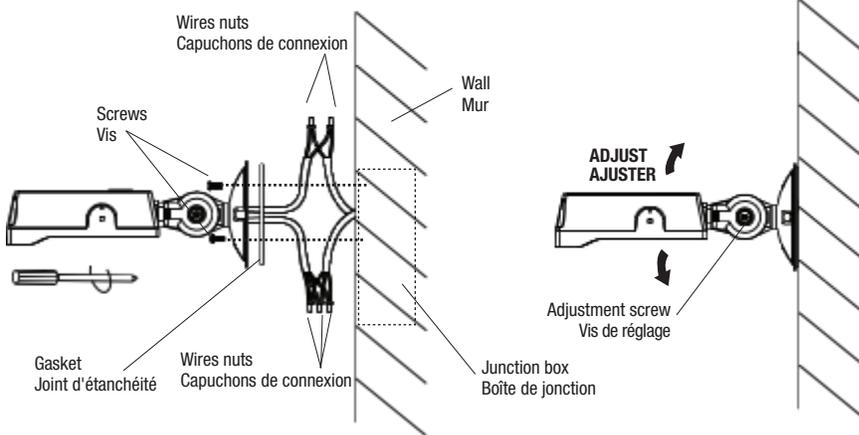

Fig. 2.2
4. Make wiring connections as follow (Fig. 2.2):
5. Install the wall mount plate and the gasket on the wall or octagonal recessed junction box by using the appropriate screws (Fig. 2.2).
4. Effectuer les connexions de câblage comme suit (Fig. 2.2) :
5. Installer la plaque de montage murale et le joint d'étanchéité sur le mur ou sur la boîte de jonction octogonale encastrée à l'aide des vis appropriées (Fig. 2.2).